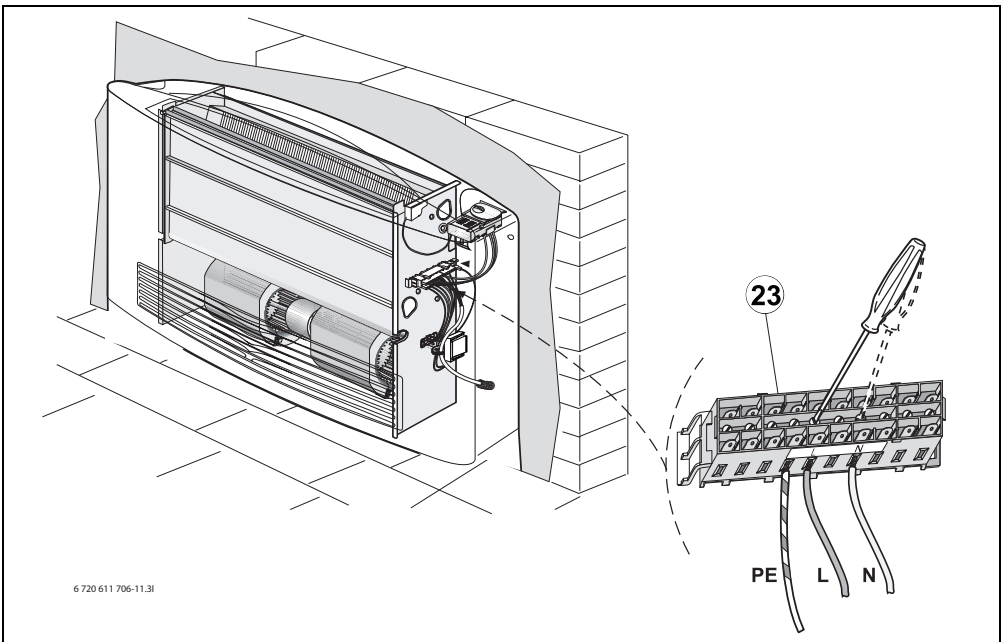

Bild 9 Elektrischer Netzanschluss an Klemmleiste [23]
- ▶ Elektrischen Anschluss nach Bild 9 und 10 ausführen.